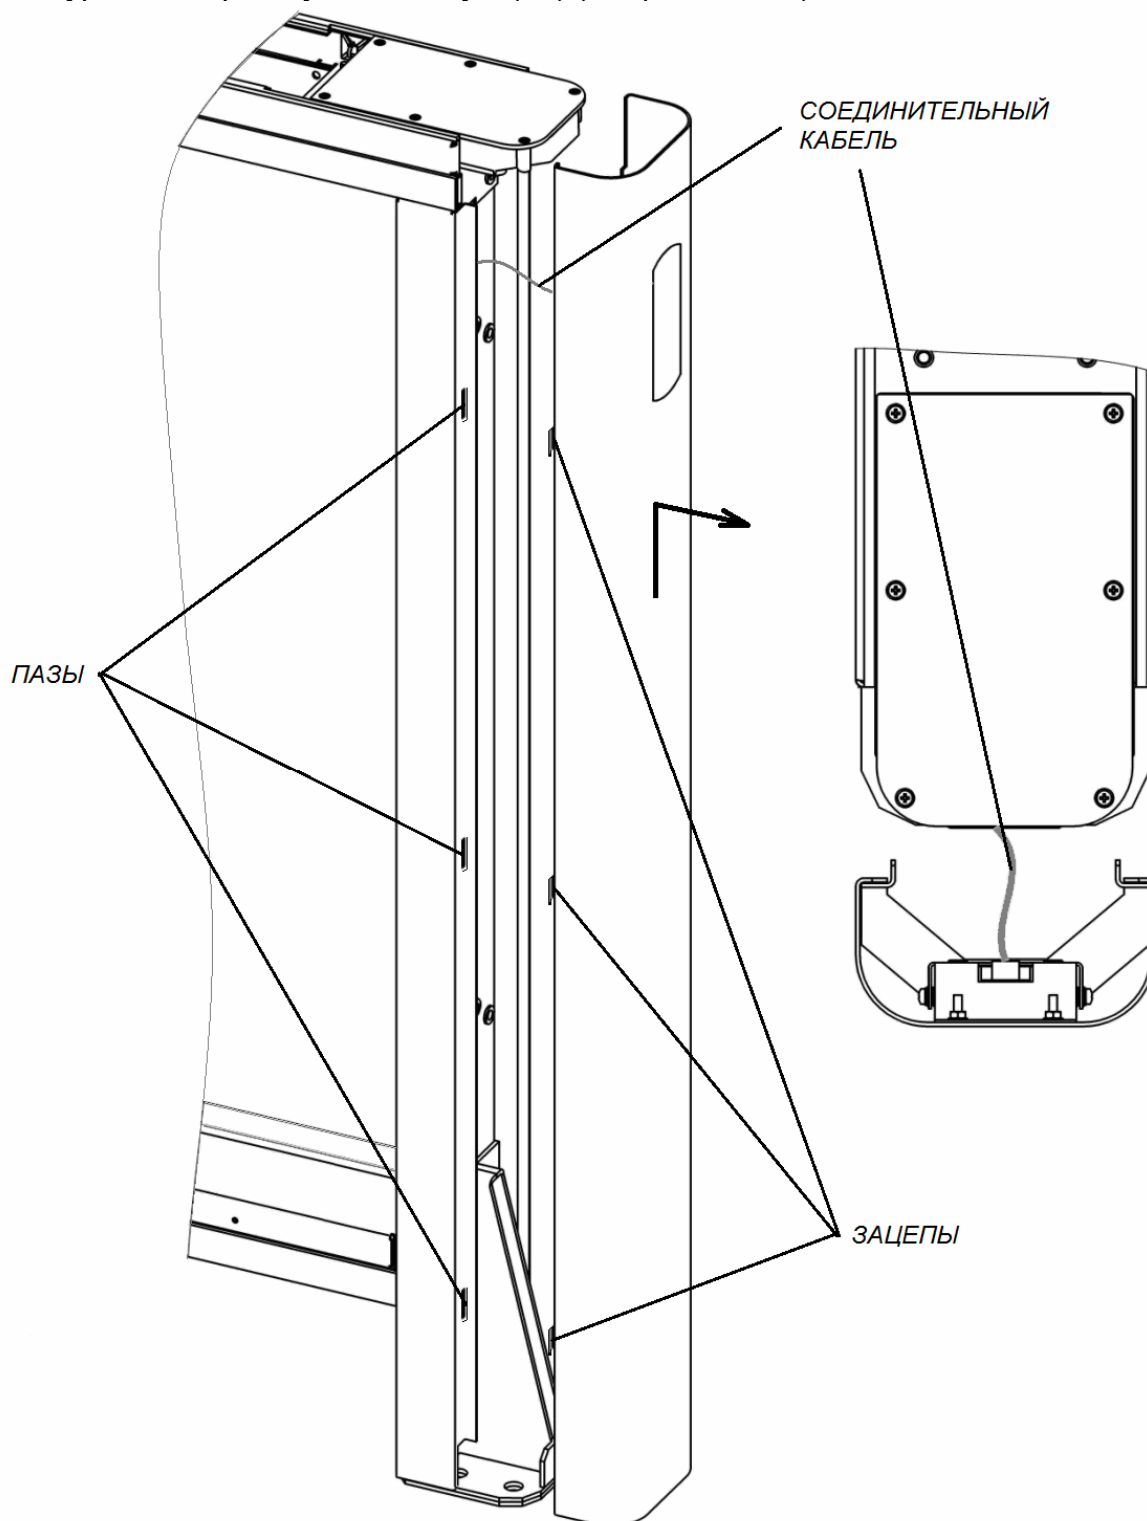

Рисунок 19. Снятие передней панели боковой стойки
Для снятия передней панели боковой стойки (8) – сдвиньте ее вдоль стойки вверх и затем на себя, выводя зацепы панели из пазов в боковой стойке (см. рис. 19). Осторожно, не повредите соединительный кабель! Отсоедините разъем соединительного кабеля от платы блока индикации.